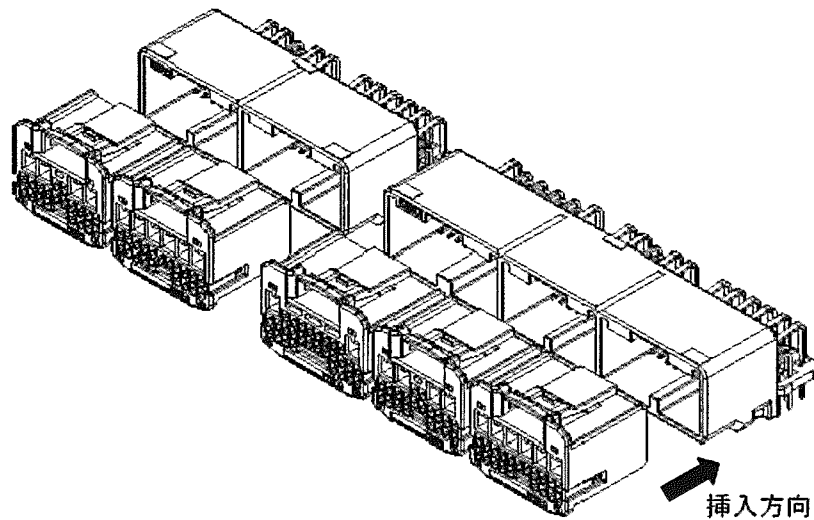

Fig.16
- (3)指定のメス・ハウジングをオス・コネクタにFig.16のような向きに真っ直ぐ挿入して下さい。